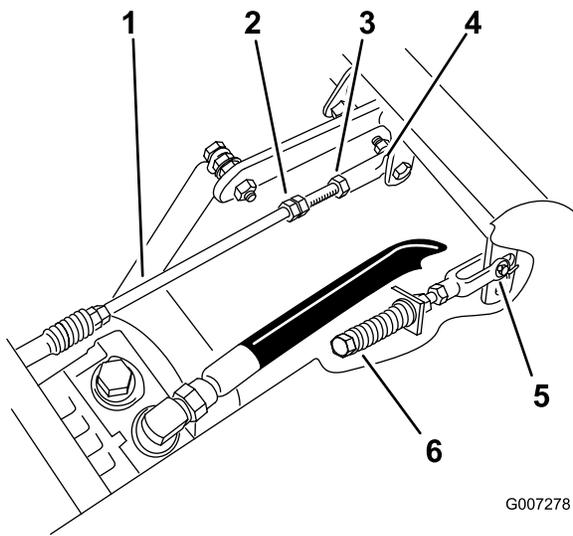

Figura 59
3. Ajuste la longitud de la varilla de la bomba girando las tuercas dobles de la varilla, en el sentido apropiado, hasta que la rueda quede estacionaria o se mueva muy lentamente en marcha atrás (Figura 59).
6. Apriete la contratuerca de la articulación esférica (Figura 59).